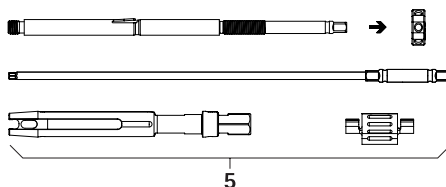

Fig. 3
- Smontare la leva da riduzione percutanea 5, vedere Fig. 3. Disassemblarla completamente e svitare il dado di serraggio.